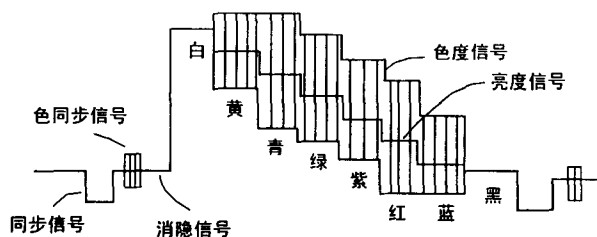

图 1-8 彩条电视信号
彩色电视信号又称为视频复合信号，它由亮度信号、色度信号、色同步信号和消隐信号及同步信号组成，其波形如图 1-8 所示。
(2) 色度信号: 色度信号用来显示图像的彩色, 频率是  $4.43 \pm 1.3\text{MHz}$ , 色度信号插在亮度信号中间。
(3) 色同步信号: 色同步信号用来控制电视机解码电路, 使之能对色度信号准确解码。
(4) 同步信号: 同步信号包括行同步和场同步信号, 用来控制行、场扫描运动。图 1-8 中同步信号是行同步信号。
(5) 消隐信号: 消隐信号包括行、场消隐信号, 是用来消隐行、场回扫线的。图 1-8 中是行消隐信号。